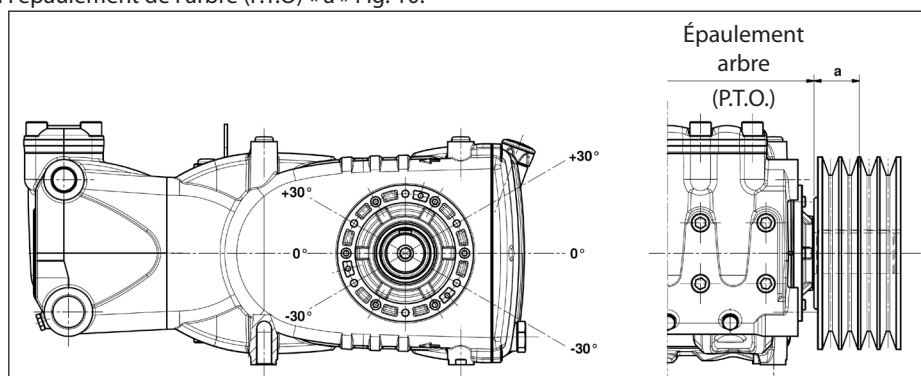

Fig. 10
La charge radiale sur l'arbre ne doit pas être supérieure à 7500 N (valeur nécessaire pour la définition du plan). La transmission est considérée appropriée si une telle charge est appliquée à une distance maximum de **a=40 mm** de l'épaulement de l'arbre (P.T.O) comme l'indique la Fig. 10.
- b) Utiliser des courroies à haut rendement - par exemple **XPB** au lieu de **SPB** - car il sera nécessaire d'avoir une quantité inférieure de courroies égales à la puissance transmise et par conséquent une distance inférieure de la résultante par rapport à l'épaulement de l'arbre (P.T.O.) « a » Fig. 10.